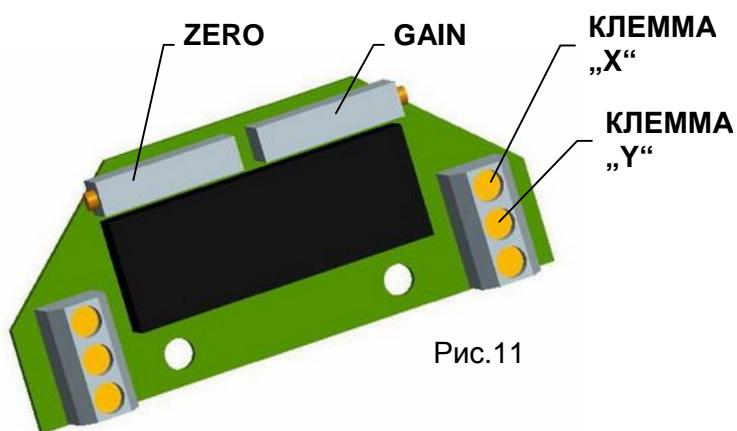

Рис.11
4.6.2 EPV - 3-проводниковое включение (рис.11)
- Установите омический датчик на основании инструкций в предыдущей главе так, что величину сопротивления измеряйте на клеммах X-Y (рис.11). (употреблен датчик с сопротивлением 2000W или 100W)
- Поворачиванием устанавливающего триммера ZERO (рис.11) установите
- Поворачиванием устанавливающего триммера GAIN (рис.11) установите величину выходного сигнала тока, измеряемого на клеммах 81-82, на величину 20 мА или 5 мА.